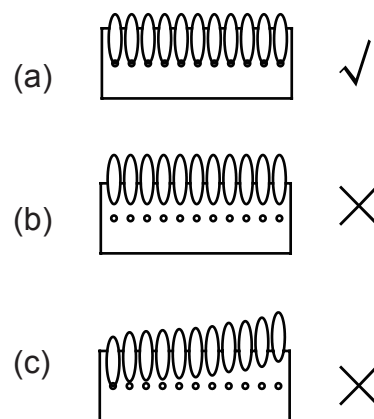

Fig. 31 Flamme acceptable (a seulement)
- d. À l'aide d'une main recouverte d'un gant de protection, effectuez un réglage minime de l'obturateur jusqu'à ce qu'une flamme stable et presque entièrement bleue soit observée dans l'orifice d'observation de la flamme ou les fentes de chaque côté du corps du gril. Les flammes acceptables sont illustrées à la Fig. 31.